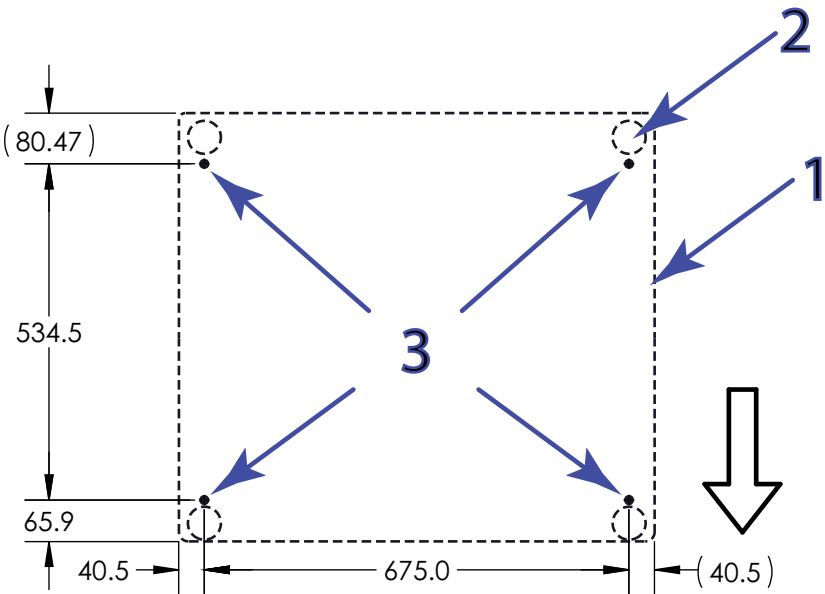

Abbildung 14. Lage der Verankerungspunkte (Ansicht von oben)
Legende für Abbildung 14
1. Siehe Abbildung 14 auf Seite 69 und bohren Sie an den entsprechenden Stellen Löcher in den Tisch, die mit den Verankerungspunkten auf dem Sockel des Prüfrah-